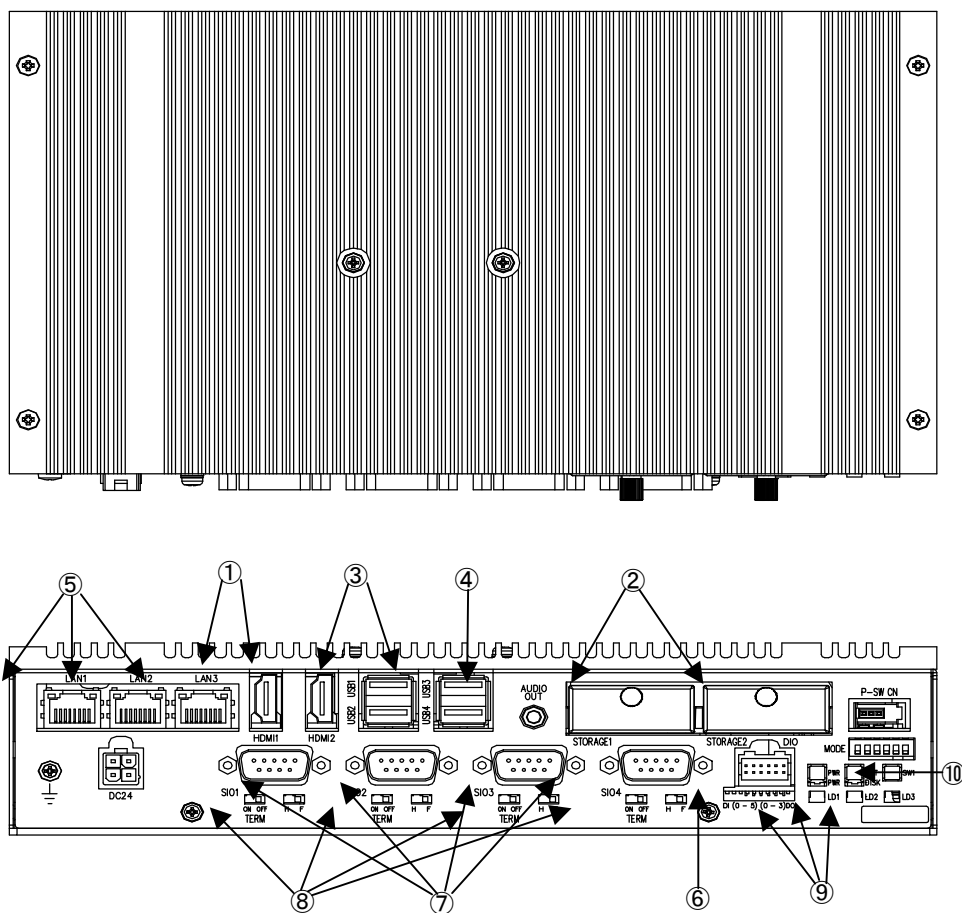

図 3-1-1. 外形図 (EC4-100A)
EC シリーズの例として、EC4-100A の外形図を図 3-1-1 に示します。各部名称を表 3-1-1 に示します。
COM1	SI01 (図 3-1-1 ⑦) アプリケーションでシリアル通信に使用できます。 シリアルポート設定スイッチと組込みシステム機能のシリアルコントロール機能を使用することで、RS-232C/422/485 を切替えることができます。
COM2	SI02 (図 3-1-1 ⑦) アプリケーションでシリアル通信に使用できます。 シリアルポート設定スイッチと組込みシステム機能のシリアルコントロール機能を使用することで、RS-232C/422/485 を切替えることができます。
COM3	SI03 (図 3-1-1 ⑦) アプリケーションでシリアル通信に使用できます。 シリアルポート設定スイッチと組込みシステム機能のシリアルコントロール機能を使用することで、RS-232C/422/485 を切替えることができます。
COM4	SI04 (図 3-1-1 ⑦) アプリケーションでシリアル通信に使用できます。 シリアルポート設定スイッチと組込みシステム機能のシリアルコントロール機能を使用することで、RS-232C/422/485 を切替えることができます。
ローカルエリア接続	LAN1 (図 3-1-1 ⑤): 1000BASE Ethernet
ローカルエリア接続 2	LAN2 (図 3-1-1 ⑤): 1000BASE Ethernet
ローカルエリア接続 3	LAN3 (図 3-1-1 ⑤): 1000BASE Ethernet
汎用入出力	汎用の入出力です。 入力 6 点、出力 4 点を制御できます。 (図 3-1-1 ⑥)